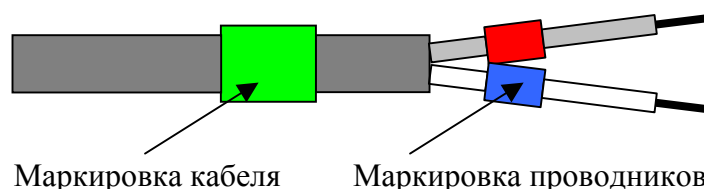

Рис. 8.3. Местоположение маркировки кабелей и проводников.
8.3.1. Для удобства подключения проводники кабеля питания и управления, кабеля интерфейса RS-485, кабеля входных шлейфов, кабеля сетевого и кабеля вторичного питания промаркированы цветной термоусаживаемой трубкой. Таким же образом промаркированы и сами кабели (пример маркировки кабеля приведён на рис.8.3).